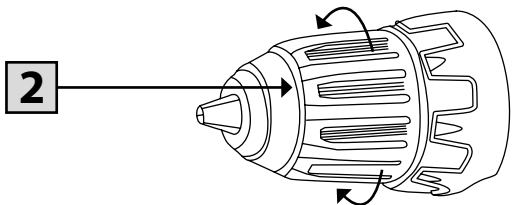

Рисунок 2.2.5. Установка оснастки
- Поверните втулку патрона «2» (рисунок 2.2.5.) против часовой стрелки для открытия зажимных кулачков настолько, чтобы можно было вставить оснастку.